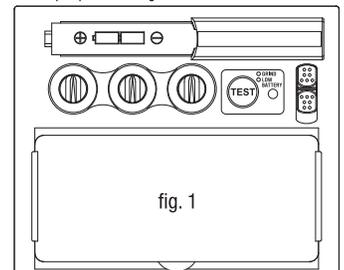

fig. 1
Installare correttamente le batterie nel casco, rispettando i riferimenti dei poli positivo e negativo sul contenitore della batteria (vedere fig. 1).
Tenere premuto il pulsante "TEST" per un'anteprima della selezione del grado di oscuramento prima della saldatura (vedere fig. 1). Al rilascio del pulsante, il visore tornerà automaticamente allo stato trasparente (grado 3.5). Premere "TEST", se il visore non torna allo stato scuro, sostituire le batterie e riprovare.
Questa cartuccia ADF è alimentata dalle celle solari e da 2 batterie alcaline AAA. Quando l'indicatore sulla lente inizia a diventare rosso (vedere fig.1), significa che occorre sostituire la batteria.
**Modalità di molatura** - Impiegata per applicazioni di molatura su metalli. In questa modalità, la funzione di oscuramento è disattivata. L'oscuramento è quello fisso DIN 3,5 che consente la chiara visuale per la molatura di una saldatura con il casco che assicura la protezione del viso (vedere fig. 2). In questa situazione, l'indicatore diventa verde e lampeggia ad intervalli di 3 secondi (vedere fig. 1).